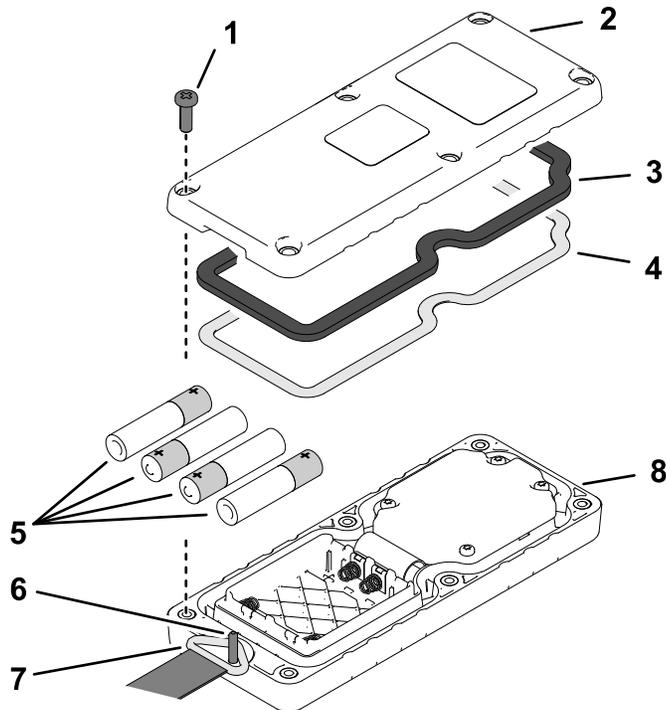

図 7
1. ハンドヘルドリモートのカバー片を止め付けているねじ6本を外して黒いカバーを取り外す図 7。
3. スチール製ガスケットとゴム製シール 図 7 が前側カバーの溝に適切に嵌っていることを確認する。
4. 下げひものピンにリングを掛ける 図 7。
5. ケースとふたを合体させ、ねじ6本で固定する 図 7。